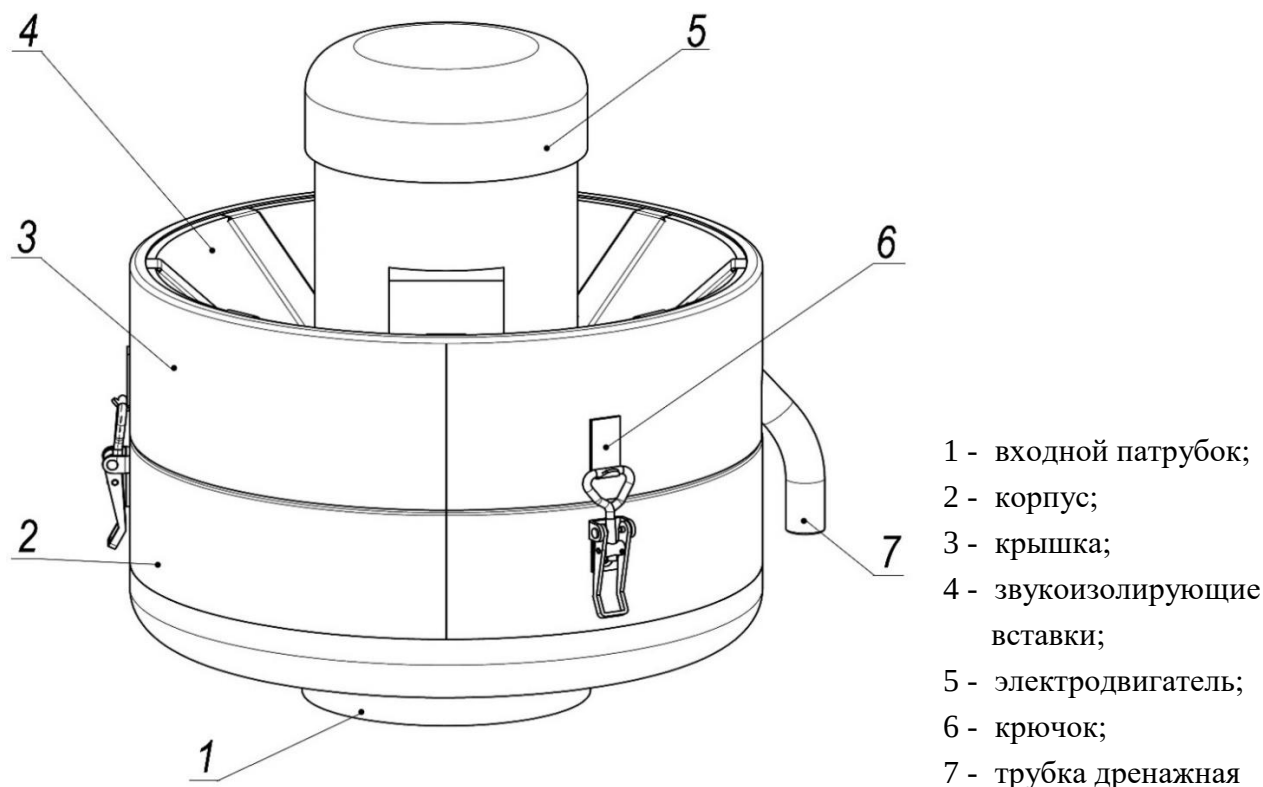

**Рисунок 1** — Общий вид и основные составные части фильтра EcoNoMist
3.2.2 Входной патрубок (рисунок 1, поз. 1) предназначен для подвода загрязнённого воздушного потока от обслуживаемого технологического оборудования. Входной патрубок оснащён защитной сеткой, предотвращающей попадание в фильтр крупной металлической стружки и посторонних предметов.